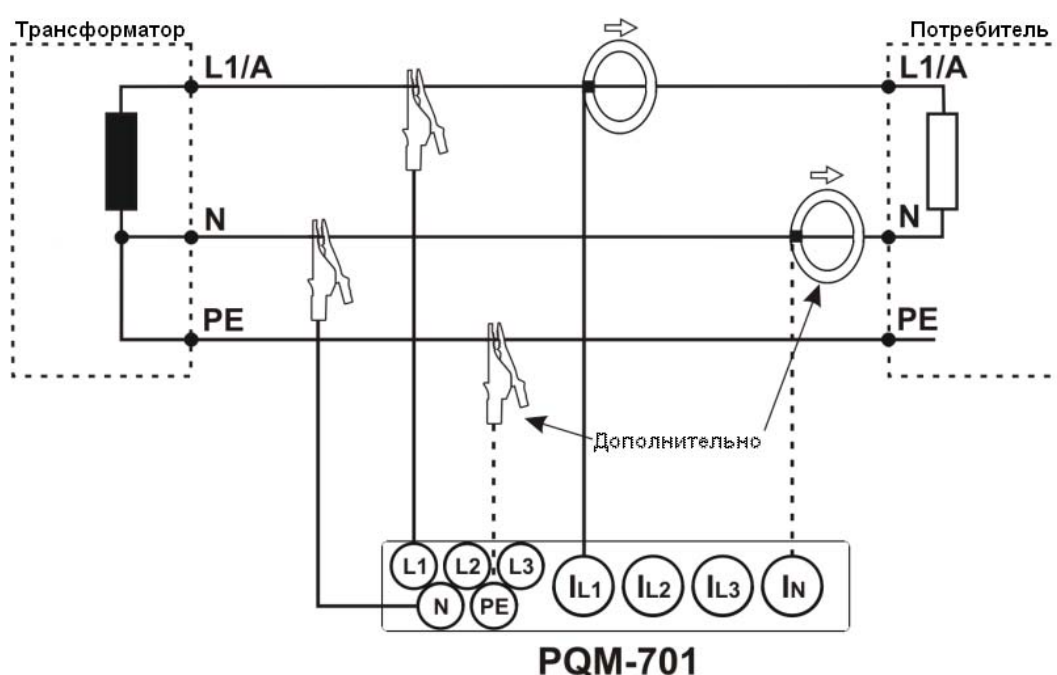

Рис. 2. Схема подключения – Однофазная двухпроводная
- Однофазная двухпроводная (Рис. 2)